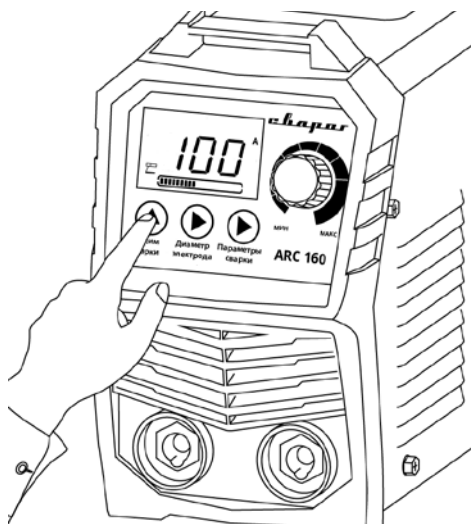
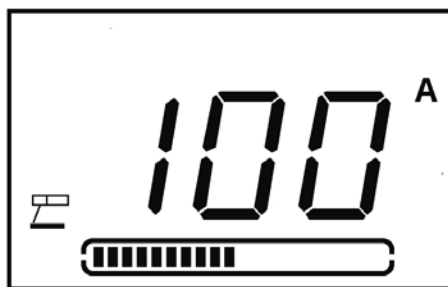

Рис. 9.11. Выбор ручного режима.
Рис. 9.12. Ручной режим.
1. Перейдите в ручной режим сварки на передней панели сварочного аппарата (См. рис. 9.11). Загорится индикатор ручного режима (См. рис. 9.12).